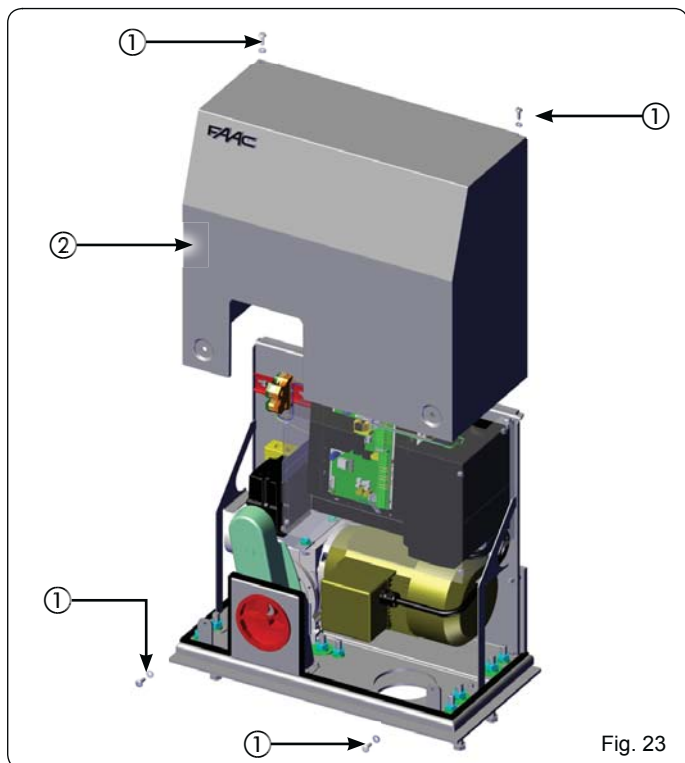

Fig. 23
Una vez terminada la instalación del operador compruebe atentamente el funcionamiento de todos los accesorios y dispositivos de seguridad conectados. Monte de nuevo la protección transparente del equipo electrónico. Monte el cárter (Fig. 23 ref. ②) y fíjelo con los cuatro tornillos (Fig. 23 ref. ①). Entregue al Cliente la página "Guía para el usuario" y explíquelo el correcto funcionamiento y utilización del motorreductor, mostrándole las zonas de potencial peligro del automatismo.